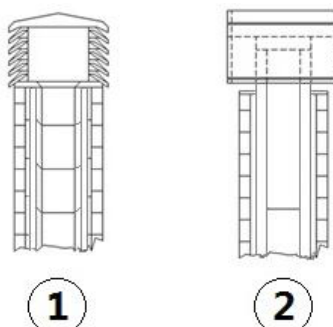

Fig. 4 - Extremos de chimenea antiviento
- es aconsejable un extremo de chimenea antiviento véase **Fig. 4 a pág. 6**.
- Conducto de ventilación externo relizado enteramente en tubos inox aislados o sea con pared doble de mínimo Ø150 mm: todas las partes son bien ancladas al muro, con el extremo de chimenea antiviento (véase **Fig. 4 a pág. 6**).